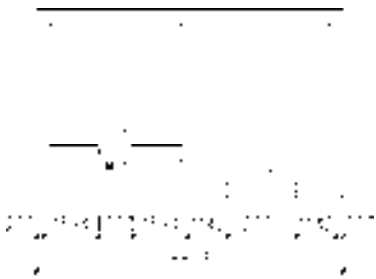

图9-63 打开素材
1) 按〈Ctrl+O〉组合键，打开配套光盘提供的“第9章/9.2.4 取消尺寸.dwg”素材文件，结果如图9-63所示。